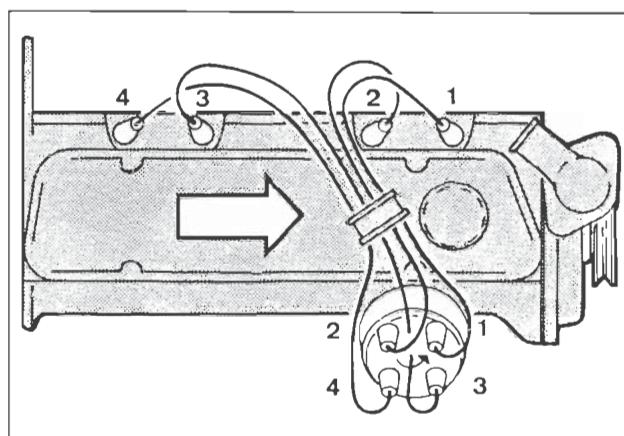

Fig. 93 - Tændledninger (tændingsrækkefølge).
9. Forbind tændledningerne med tændrørene, monter luftfiltret og forbind stelkablet med batteriet, Fig. 93.